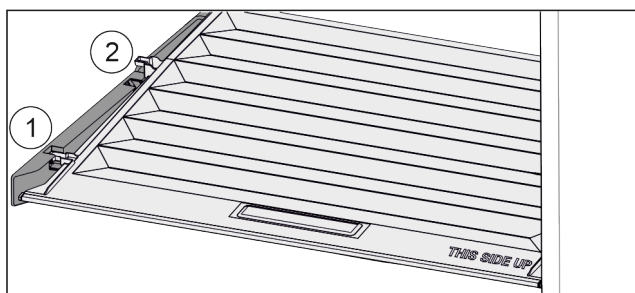

Fig. 21
- ▶ Кришку до отвору в деталях для підтримки потягнути вперед Fig. 21 (1).
- ▶ Підняти ззаду знизу та вийняти Fig. 21 (2) вгору.